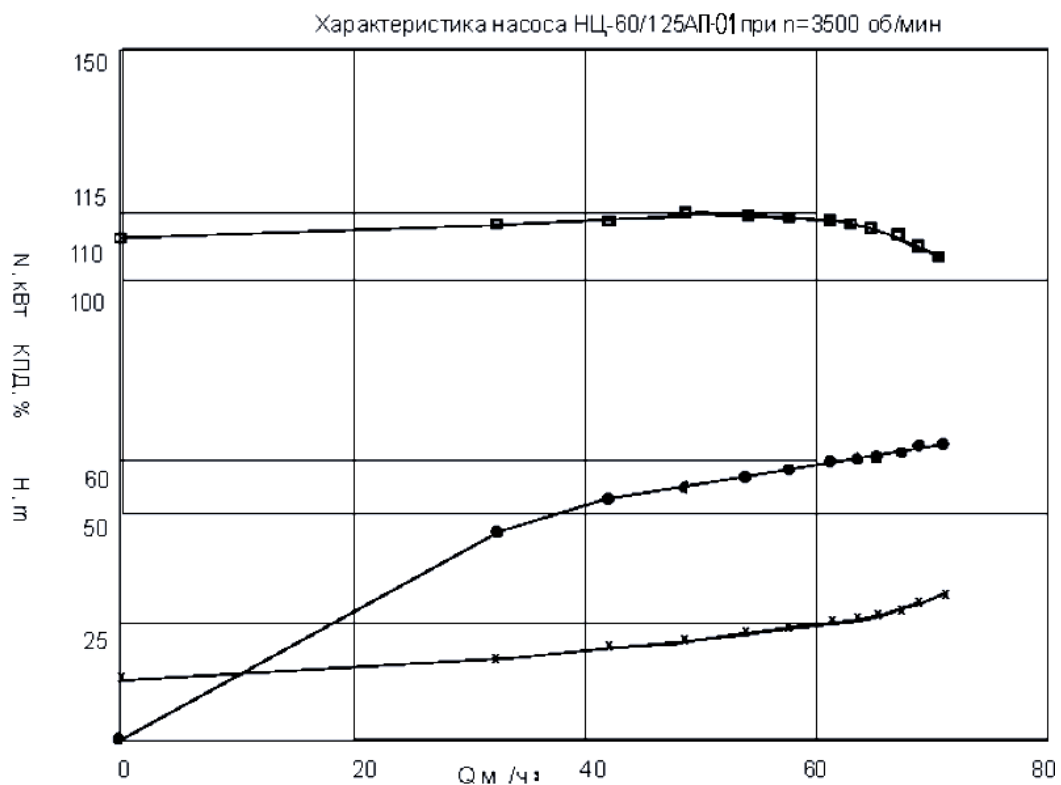

Рис.1 Центробежный насос НЦ-60/125АП-01
8.5. Порядок разборки и сборки насоса (см. рис.1).